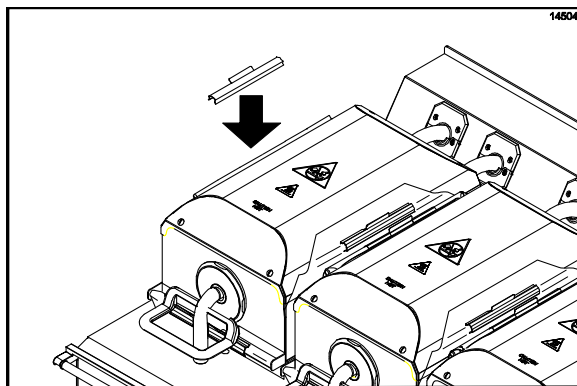

Рисунок 11
4. Осторожно оберните боковые отвороты антиадгезионного листа вокруг брусков, а затем закрепите лист с помощью фиксирующих зажимов. (См. рис. 11)